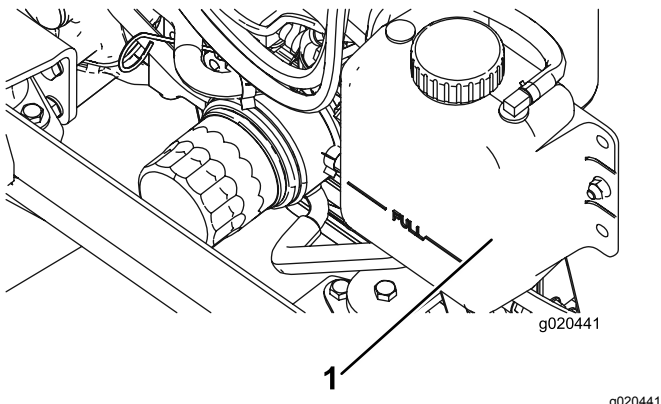

Figura 98
1. Retire cuidadosamente el tapón del radiador y el tapón del depósito de expansión (Figura 98).